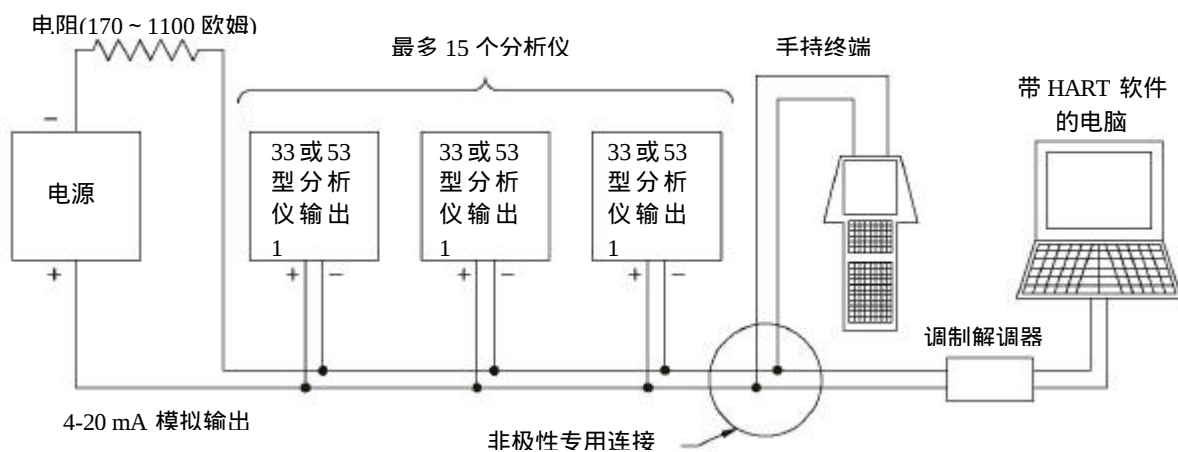

图 3-4 HART 多分析仪布线方法 (用于多分析仪网络)
2. 参考图 3-4，并将每个分析仪的 4-20 mA 模拟输出 1 信号以并联的方式连接到一个电缆上，极性如图所示。